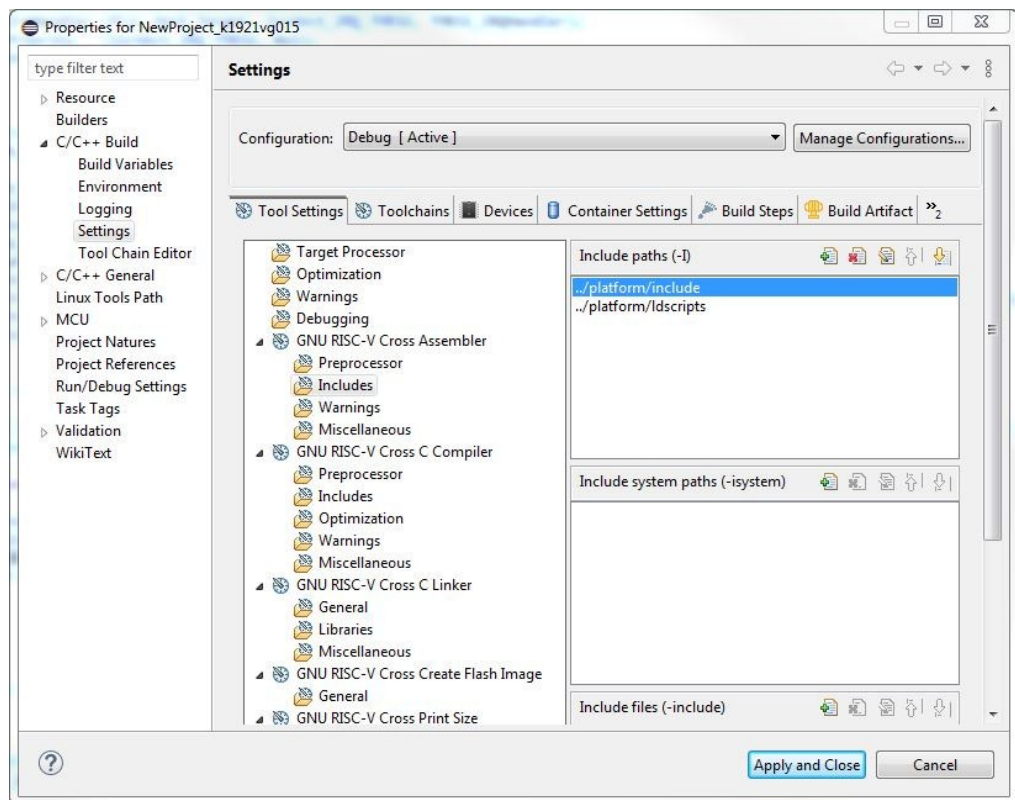
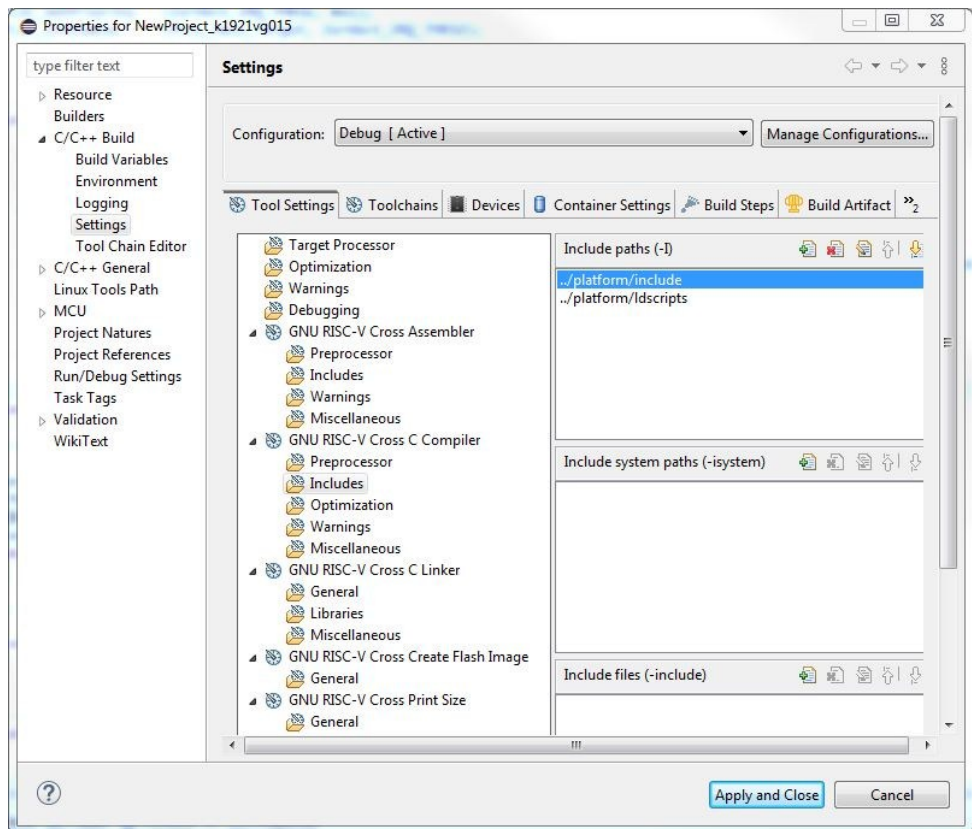

Рисунок 3.19 – Указание путей для транслятора ассемблера
Рисунок 3.20 – Указание путей для компилятора Си
4. Прописать пути к заголовочным файлам и скриптам в разделе GNU RISC-V Cross Assembler (см. рисунок 3.19) и в разделе GNU RISC-V Cross C Compiler (см. рисунок 3.20).